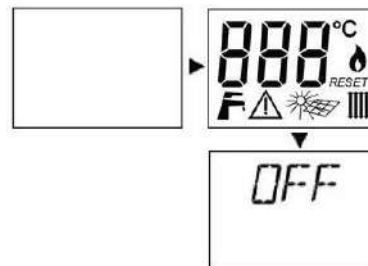

Рисунок 2.2
• При помощи двухполюсного выключателя, предусмотренного при установке, включите электропитание котла. На ЖК-дисплее последовательно отобразятся следующие символы, см. Рисунок 2.2.